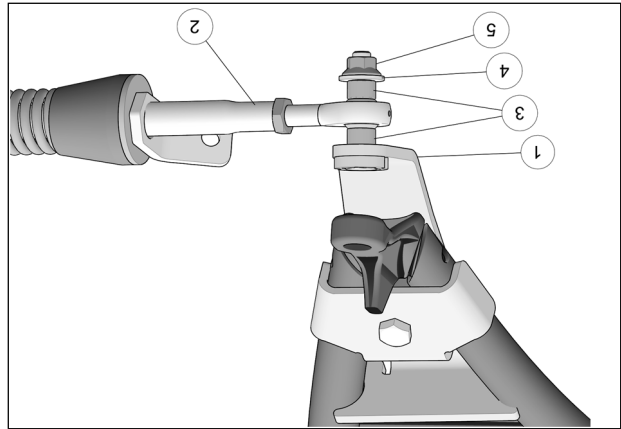

Fig. 16
8. Fixer le bras stabilisateur (2) au boulon déjà installé sur l'ancrage de suspension (1) à l'aide des deux espaceurs (3), de la rondelle (4) et de l'écrou autobloquant (5). Serrer à un couple de 70 N•m [52 lb•pi]. Voir la Fig. 16